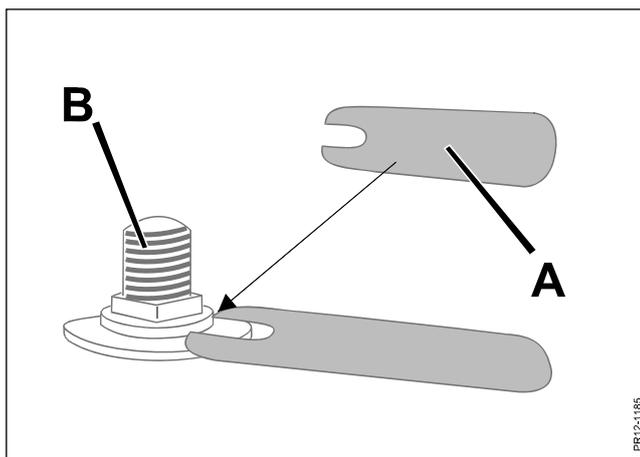

Fig. 5-8
- c) der Durchmesser weniger als 15 mm beträgt (siehe auch unten bei Fig. 5-8).
- Fig. 5-8 Bei Messerwechsel alle Messerbolzen **B** an den Scheiben mehrmals mit der Kontrolllehre **A** kontrollieren (in dem Ersatzteilkpaket enthalten).